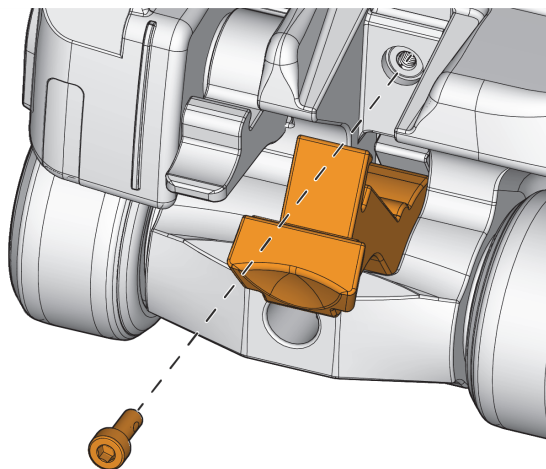

图 5-11 探头托架锁定释放片的固定螺钉
2. 拆下螺丝，并将其放在一边以便重新安装（参见第78页的图 5-11）。